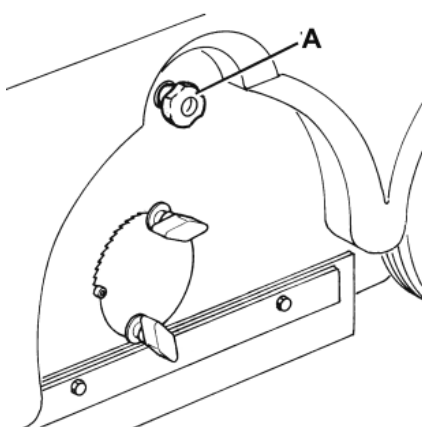
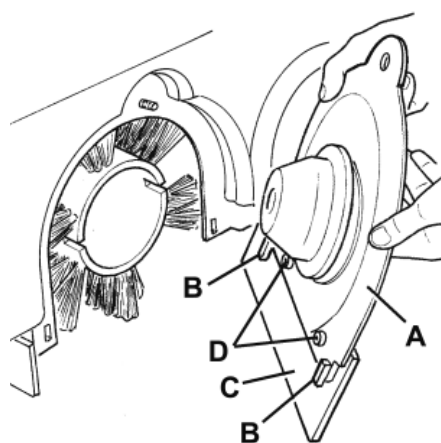

Figure 14
Figure 15
1. Desserrer la poignée (A, Fig. 14) et enlever le portillon gauche (A, Fig. 15) du balai, en le tirant vers le haut pour dégager les dispositifs de retenue (B) ;
2. Régler la hauteur des volets (C) en utilisant les orifices oblongs (D) ;